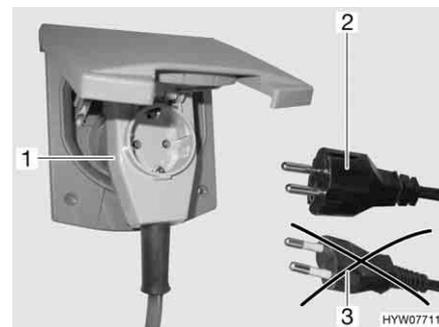

Fig. 143 Conexión a un conector con salida lateral del cable con caja de enchufe
- ▶ Al utilizar un acoplamiento acodado CEE 17, con caja de enchufe incorporada en el lado trasero (Fig. 143,1), emplear únicamente un conector IP 44 de goma impermeable, con contacto protector (Fig. 143,2). No utilizar conector sin contacto protector (Fig. 143,3). ¡Peligro de electrocución!